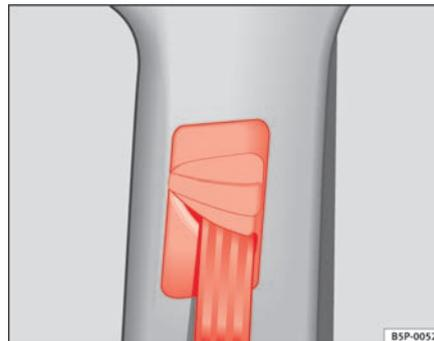

Fig. 17 Localização de montagem do regulador do cinto de segurança em altura
- Premir a guia da faixa superior do cinto de segurança na zona de cima e mantê-la nessa posição ⇒ fig. 17.